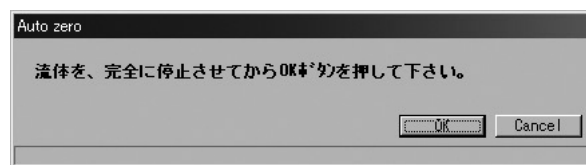

図97
- ② 図97のようなメッセージボックスが現れます。流量を完全に停止させた後、「OK」をクリックしてください。